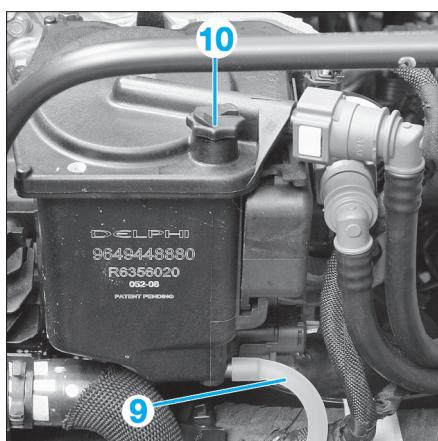

FIG. 63
- Placer un récipient à l'extrémité de la canalisation transparente (9) (Fig.63).
- Desserrer la vis de purge (10) puis laisser s'écouler le carburant.